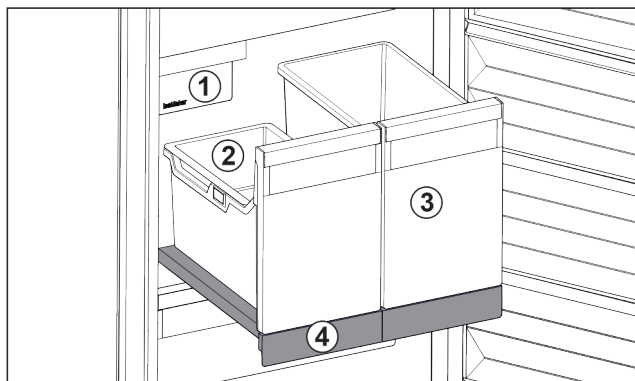

Fig. 88 Izvlečna polica z IceTower
Na izvlečni polici sta dve visoki posodi (IceTower). V posodi Fig. 88 (2) se zbirajo in skladiščijo ledene kocke iz IceMaker. Posoda Fig. 88 (3) je primerna za shranjevanje višjih živil, kot so pice ali alkoholne pijače.